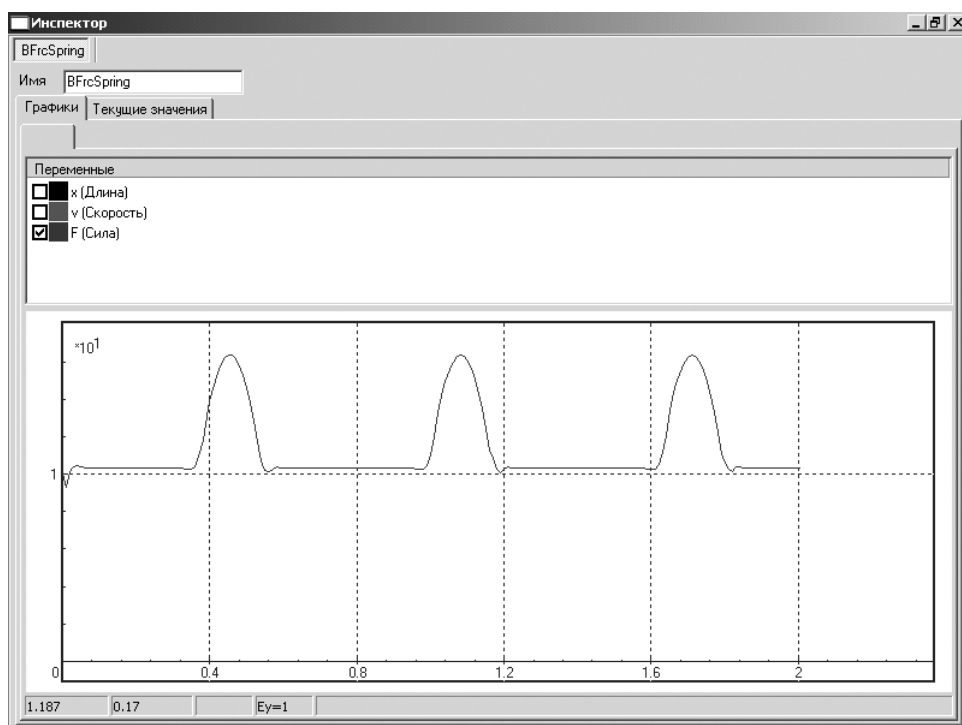

Рис. 2.42. Окно **Инспектор** с графиком зависимости силы **BFrSpring** – силы сжатия пружины от времени
- щелкните в окне **Инспектор** в верхнем правом углу по кнопке  – **Развернуть**. Окно **Инспектор** развернется во весь экран, см. рис. 2.42.